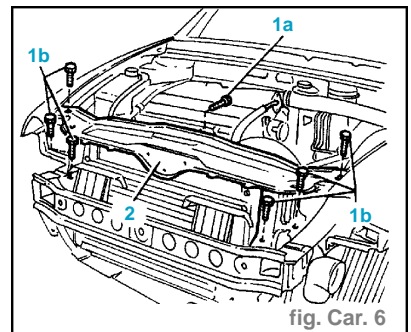

fig. Car. 6
- Dévisser les vis (1a) de fixation radiateur à la traverse place projecteurs et les vis (1b) de fixation indiquées (fig. Car. 6).